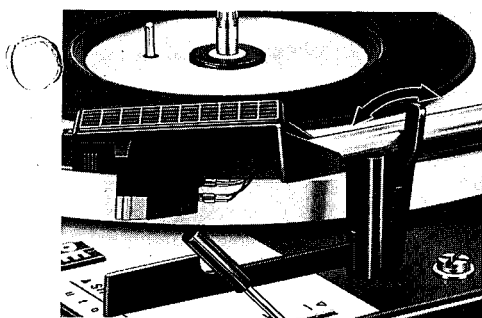

Fig. 7
Choisissez ensuite la vitesse de rotation nécessaire ⑬ et déverrouillez le bras de lecture (fig. 7).
Après la reproduction du disque ou du dernier disque lorsqu'on utilise le changeur de disques, le bras revient automatiquement et l'appareil coupe le courant. Il est recommandé de verrouiller alors le bras sur son support (fig. 7).